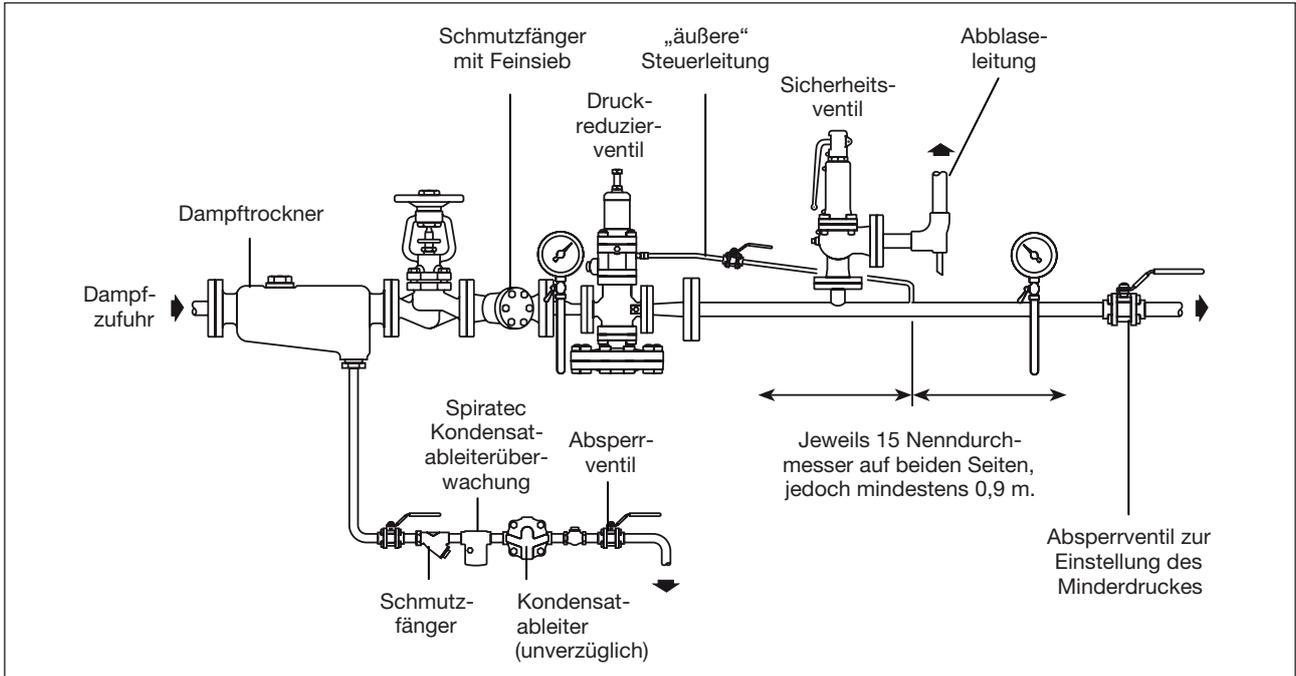

Bild 2: Installationsvorschlag DP27S und DP27ES, DP27 und DP27E
Der DP27RS wird einbaufertig geliefert. Die Feineinstellung des Minderdruckes erfolgt durch Druckluft. Der Druck der zur Feineinstellung benutzten Luft muss etwa 0,7 bar über dem gewünschten Minderdruck des Druckreglers DP27RS liegen und ist durch einen Luftdruckregler zu regeln. Die verwendete Druckluft muss öl- und kondensatfrei sein. Wir empfehlen die Luftdruckregler mit Filter und Manometer Typen FR 20 und MPC 2. Der maximal einstellbare Minderdruck am DP27RS beträgt 15 bar ü. Der Luftdruckregler muss rücksteuerbar sein und auf niedrige Drücke durch eine selbsttätige Überströmeinrichtung. Vor dem Einlass des Luftdruckreglers muss ein Rückschlagventil eingebaut werden. Es ist dann selbst für den kaum zu erwartenden, jedoch denkbaren Fall eines Versagens der Steuermembran sicher gestellt, dass kein Dampf in das Druckluftsystem gelangen kann. Ein Filter mit Metallgehäuse sollte stromauf vom Rückschlagventil eingebaut werden. Die über den Luftdruckregler gehende Druckluftleitung wird an der Leitungsverschraubung der Steuerkammer angeschlossen (Bild 2).
3.2 Installationsvorschläge (Bild 2, 3, 4)
Soll eine kontinuierliche Dampfversorgung gewährleistet sein, so gestattet eine Umführungsleitung auch während des Betriebs der Dampfverbraucher die Wartung des Reglers (Bild 2). Das Umführungsventil sollte normalerweise die gleiche Nennweite wie das Regelventil haben, damit es genügend Dampf durchlässt.